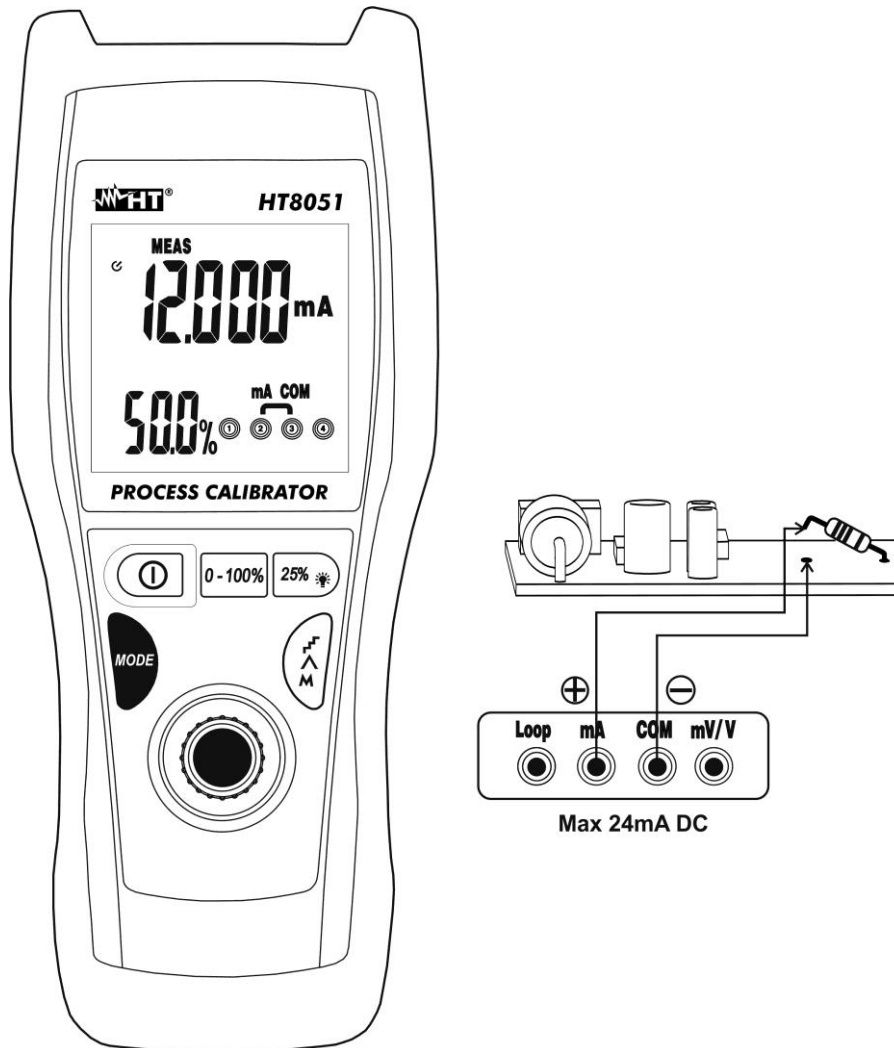

Abb. 5: DC Strommessung
4. Schalten Sie die grün und die schwarze Messleitung in Reihe mit dem Kreis, dessen Strom Sie messen möchten, und dabei achten Sie auf die Strompolarität und -richtung (siehe Abb. 5)
6. Die "-OL-"-Meldung gibt an, dass der zu messende Strom den maximalen Wert, der mit dem Gerät gemessen werden kann, überschreitet. Das Instrument führen keine Spannungsmessungen mit entgegengesetzter Polarität gegenüber dem Anschlußteil in Abb. 5. Der Wert "0.000" wird im Display angezeigt.